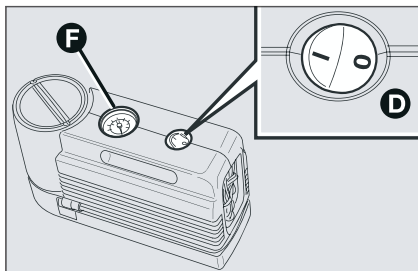
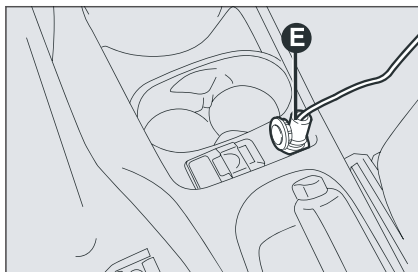

Рис. 14
Рис. 15
- убедитесь, что выключатель **D** (рис. 14) компрессора находится в положении 0 (выключено), запустите двигатель автомобиля, подсоедините вилку **E** (рис. 15) к розетке электропитания и переключите выключатель **D** (рис. 14) компрессора в положение 1 (включено). Накачайте шину до давления, указанного в параграфе "Давление воздуха в шинах" главы "Технические характеристики".
- Для получения точного результата проверяйте давление по манометру **F** (рис. 14) при выключенном компрессоре;